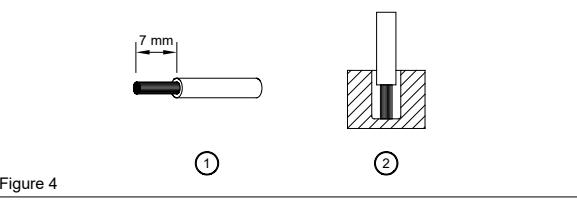

Figure 4
Um sichere und stoßfeste Anschlüsse gewährleisten zu können, sollte die Absollierlänge 7 mm betragen (siehe Abb. 4 (1)). Bitte sorgen Sie dafür, dass die Kabel vollständig in die Anschlussklemmen eingeführt werden, siehe Abb. 4 (2). Die Schraubklemmen müssen sicher befestigt und alle Drahtlizen in die Klemmen eingeführt sein, um einen sicheren und maximalen Kontakt sicherzustellen.